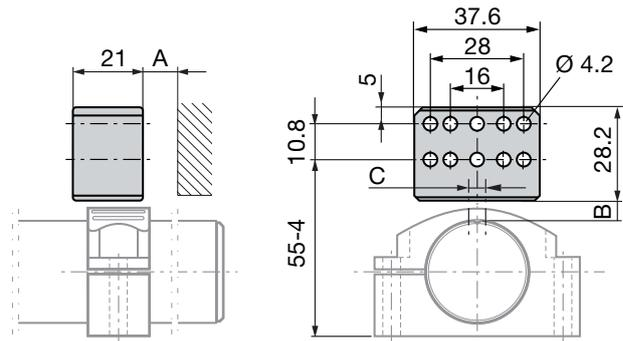

Fig. 4-1 : Dimensions et distances pour le capteur de position BTL6-A-3800-2
- La distance A entre le capteur de position et les éléments en matériau magnétisable doit être au minimum de 10 mm (voir fig. 4-1 et 4-2).
- Pour la distance B entre les capteurs de position et de déplacement et pour le déport des axes C, (voir fig. 4-1 et 4-2) les valeurs suivantes doivent être respectées :
Tab. 4-1 : Distance et déport des axes pour capteur de position (voir fig. 4-1 et 4-2)